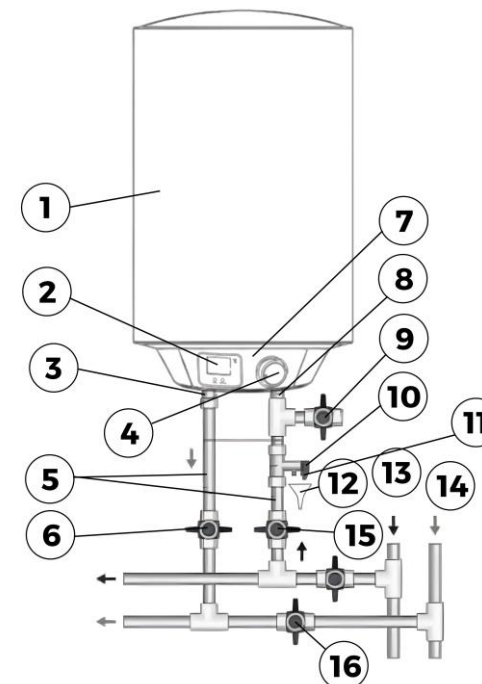

Рисунок 4. Схема підключення до водопроводу
- Якщо користувачі хочуть реалізувати багатоходову систему подачі, зверніться до методу, показаного на рис.4 для підключення трубопроводів.